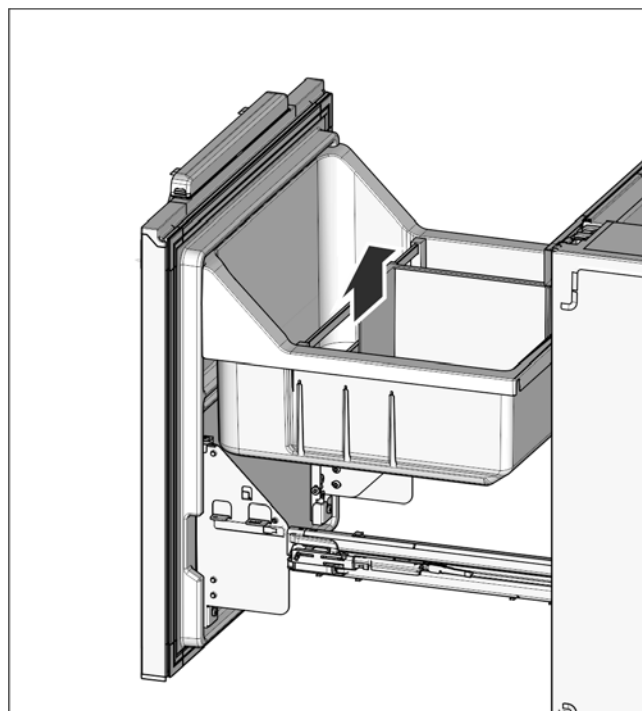

Fig. 25
- Снова вставьте полку для бутылок Fig. 25 [32] и вытяжной лоток Fig. 25 [31].